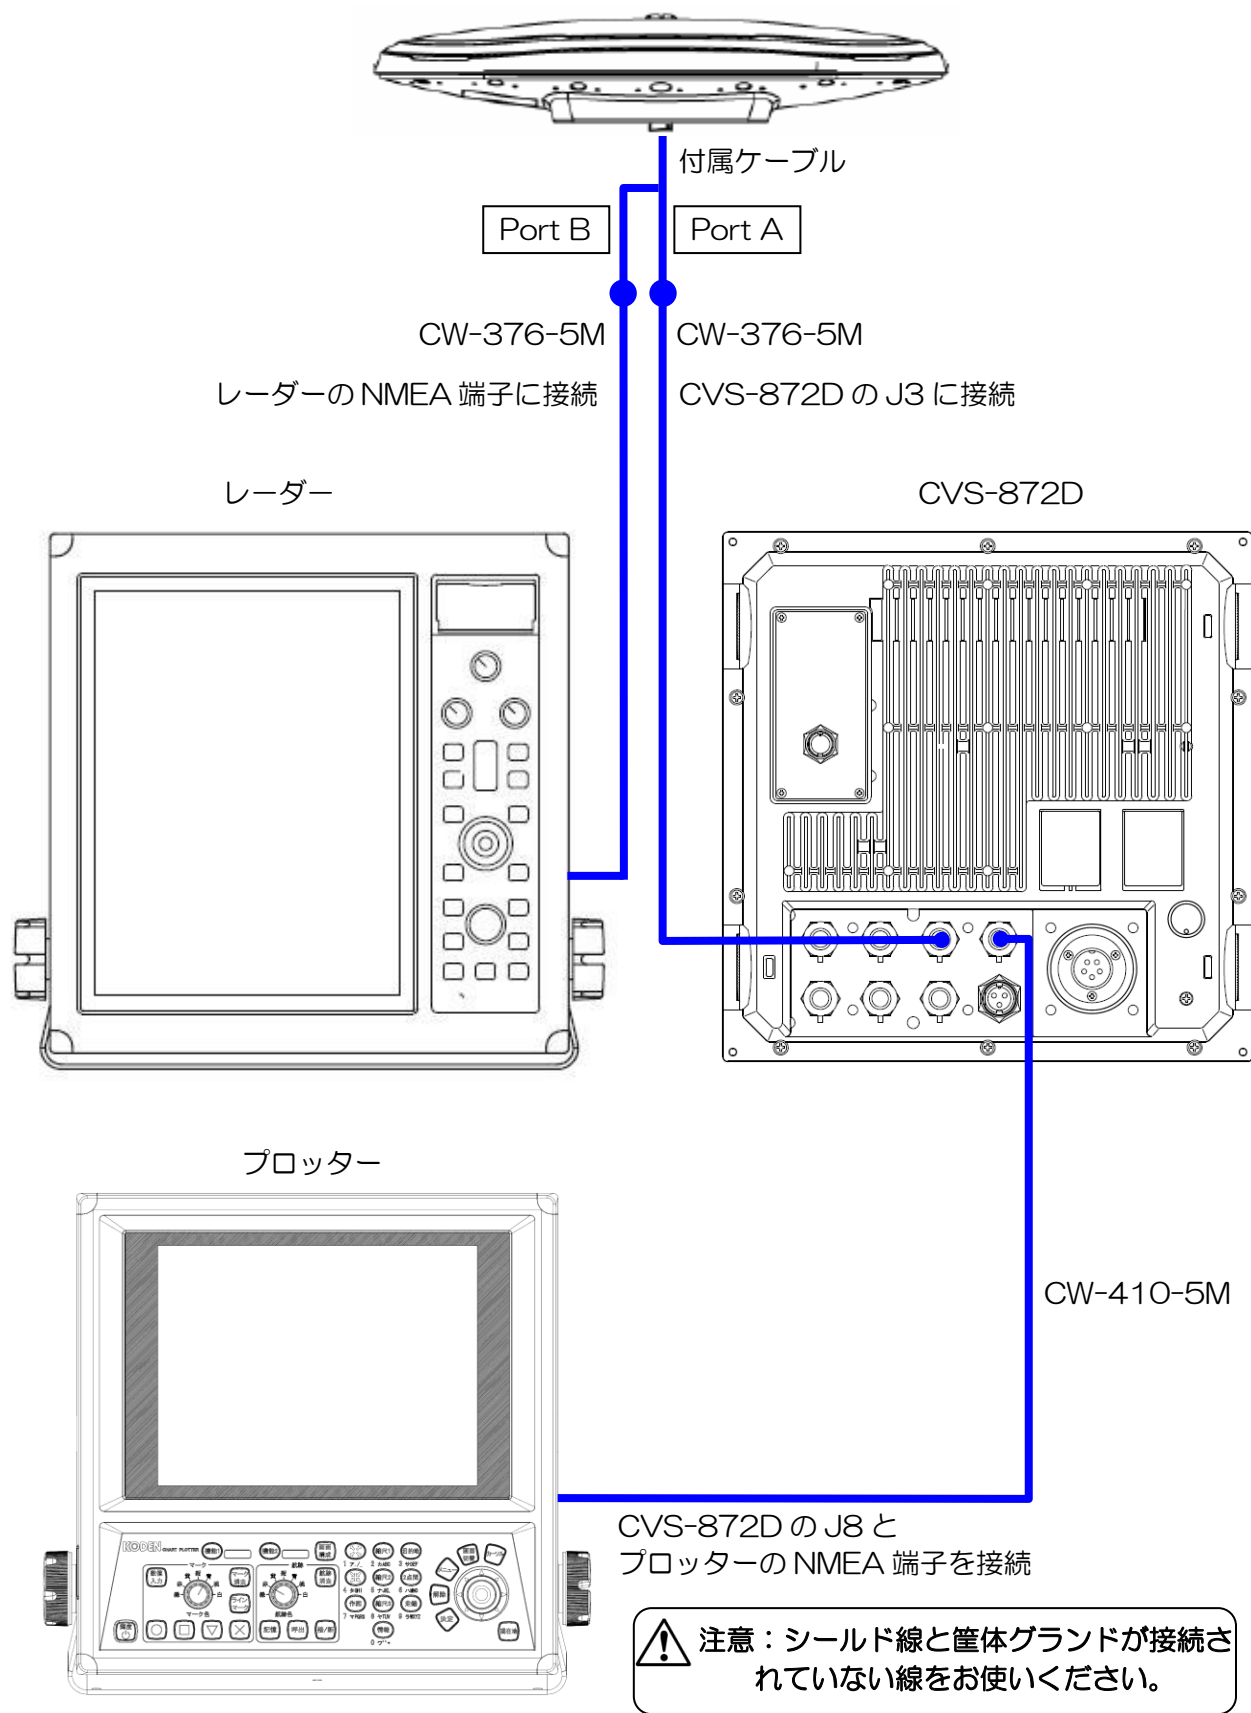
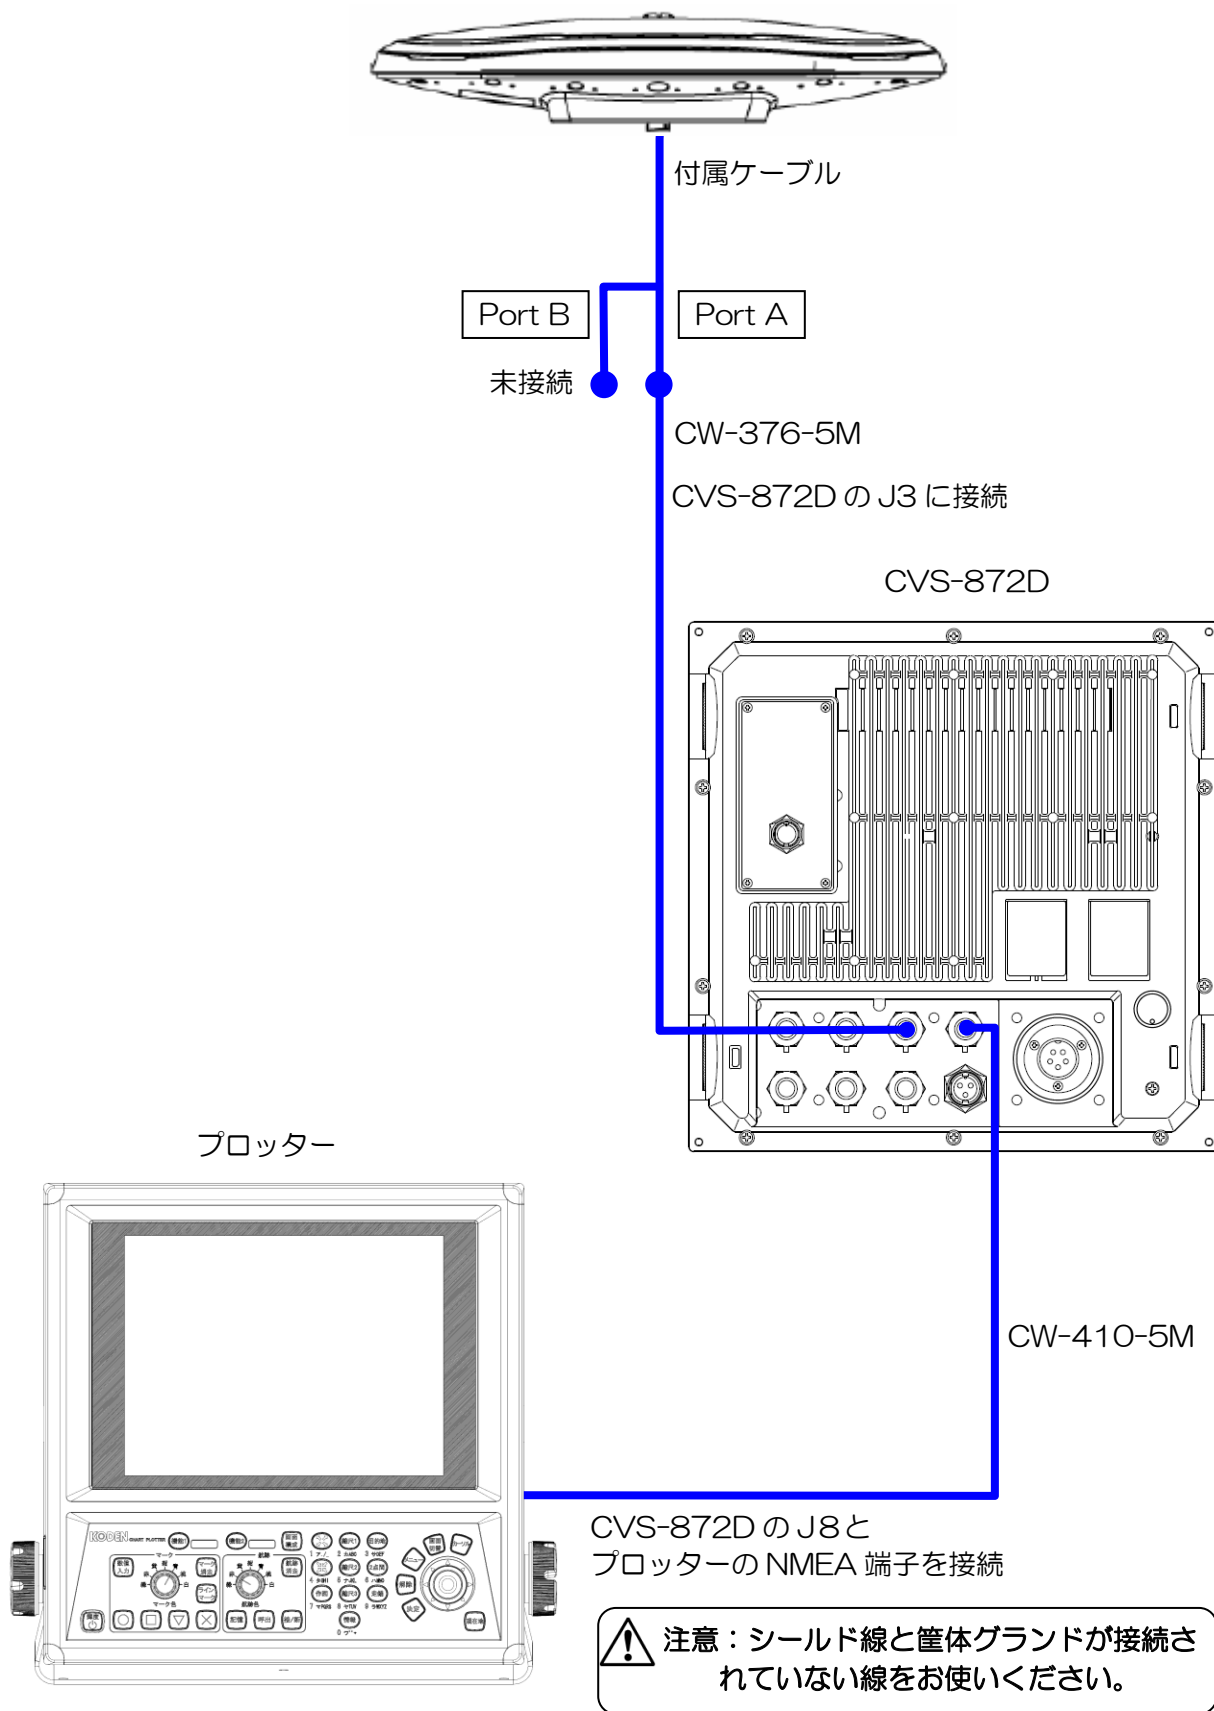

図 1.59 総合接続図 7
図 1.61 総合接続図 9
- 3) レーダーにも接続し GPS コンパスとして接続する場合は、Port B と半田付けが終了した CW-376-5M をレーダーの NMEA 端子へ接続してください。（図 1.59 総合接続図 7 参照）
それ以外の場合は Port B との接続の必要はありません。（図 1.61 総合接続図 9 参照）
- 4) 図 1.59 総合接続図 7～図 1.61 総合接続図 9 を参照して、CVS-872D の J8 端子と NMEA で通信する他の機器を接続してください。